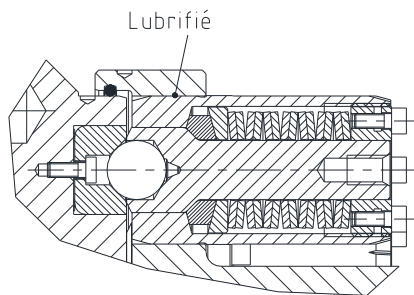

Fig. 11
- Lubrifiez les éléments de débrayage (composant 1.13) avec de la pâte de montage et insérez-les ensuite dans les trous prévus à cet effet (voir figures 11 et 12).